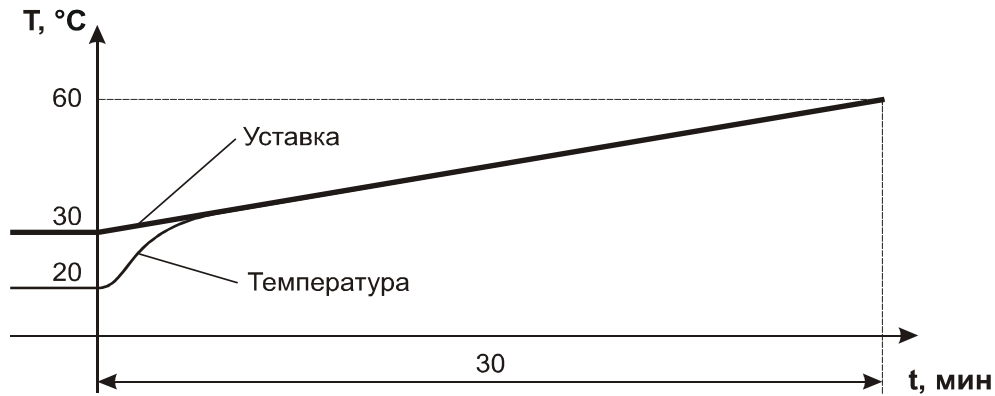

Рис. 6.9
- в) Если параметры первого шага задать следующим образом: **bc = 2**, **SP** — произвольное значение, **t0 = 30**, **P0 = 60**, то характер изменения уставки и примерный вид изменения температуры будут соответствовать рис. 6.9